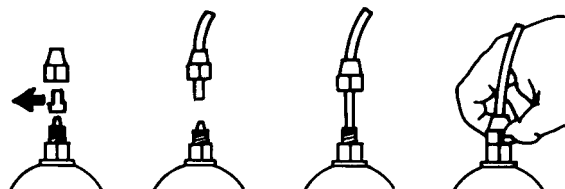

Fig. 7
e.- Retirar as duas cápsulas de proteção dos nipples, inserir até o fundo as mangueiras nos espigões cónicos e travá-las com as respectivas porcas-trava de fixação (Fig. 7).